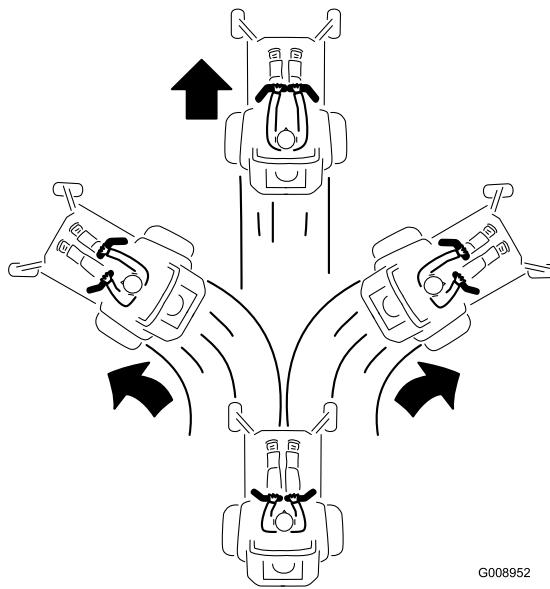

Figura 27
2. Para ir hacia adelante, empuje lentamente las palancas de control de movimiento hacia adelante (Figura 27).